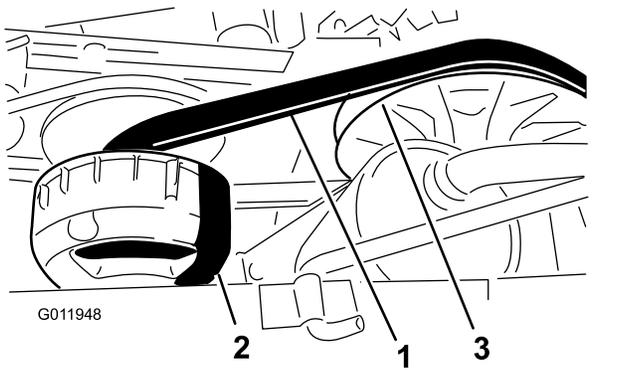

图 69
4. 转动并检查皮带 图 69 是否有过度磨损或损坏的迹象。
3. 转动并将皮带放到副离合器上 图 69。
4. 从副离合器上卸下皮带 图 69。
5. 将新皮带放到主离合器上并对齐 图 69。
6. 转动并将皮带放到副离合器上 图 69。